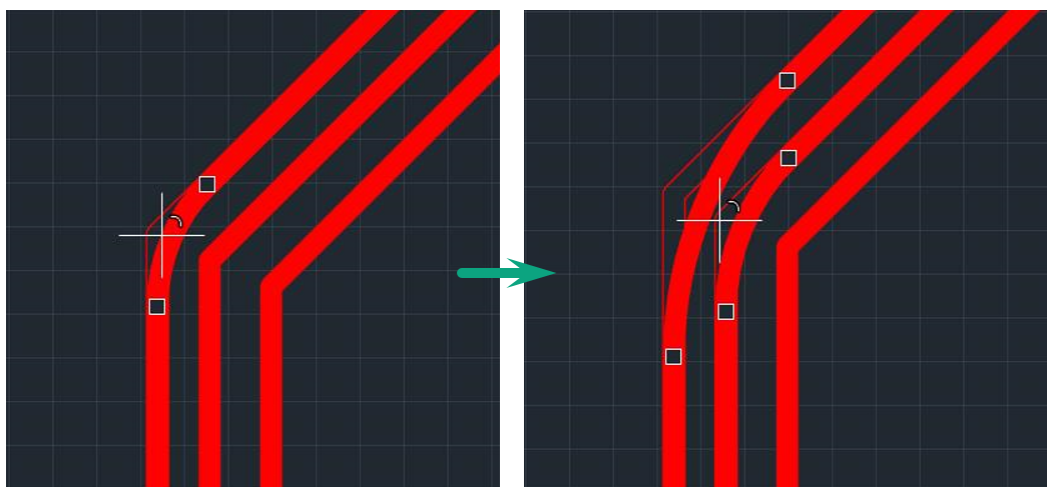

Рис. 284 Выбор радиуса скругления в момент применения инструмента
4. Переместите курсор, см. Рис. 284.